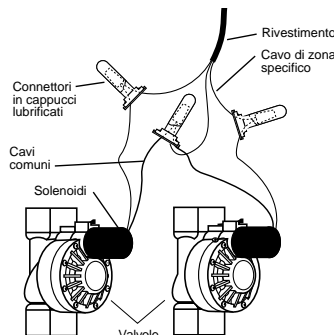

FIGURA 25: Collegamento dei fili del programmatore alle valvole
- Ogni valvola è dotata di due fili (fase e neutro), uno dei quali dev'essere collegato come neutro. I neutri di tutte le valvole possono essere collegati assieme ad un neutro comune facente capo al programmatore. Gli altri fili delle valvole devono essere collegati al filo della stazione di comando della valvola corrispondente [vedere Figura 25].